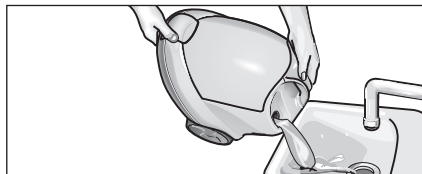

Рис. 12: промивання резервуара
- Наповніть резервуар водою та сильно струсіть його (за рахунок цього відокремлюються залишки накипу, що осіли на дні резервуара). Після цього вилийте воду, нахиливши прилад у вугол, в якому знаходиться воронка для заливання води (див. рис. 12).
- Вилити залишки води з резервуара (див. рис. 12)